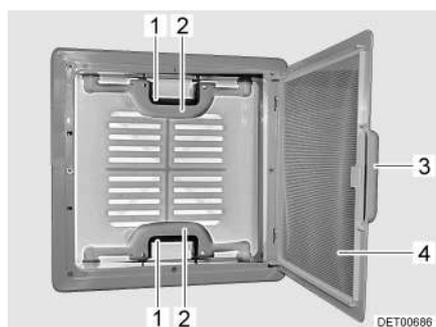

Fig. 22 Claraboya con cierre de resorte
- Tirar del tirador (Fig. 22,3).
- Plegar hacia abajo la protección contra insectos (Fig. 22,4).
- Presionar el cierre de resorte (Fig. 22,1) hacia el lado interior de la claraboya. Presionar simultáneamente hacia arriba la claraboya con el tirador (Fig. 22,2).
- Plegar hacia arriba la protección contra insectos (Fig. 22,4) hasta que engatille.
- Tirar la claraboya enérgicamente hacia abajo por los dos tiradores (Fig. 22,2), hasta que los dos cierres a presión (Fig. 22,1) hayan engatillado.